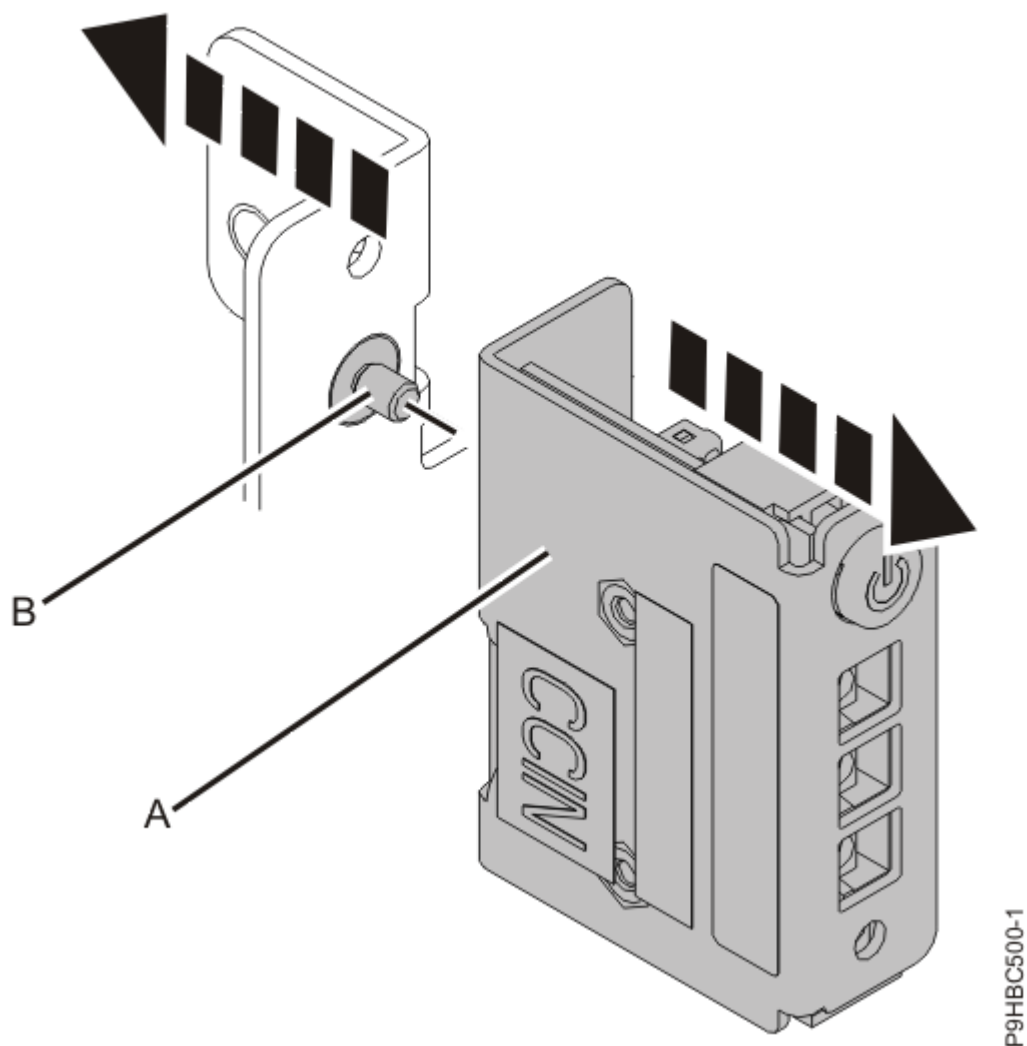

Figure 9. Retrait du panneau de commande de la patte de fixation
2. Desserrez la vis **(B)** qui maintient le panneau de commande **(A)** à la patte de fixation, comme illustré à la Figure 9, à la page 11.